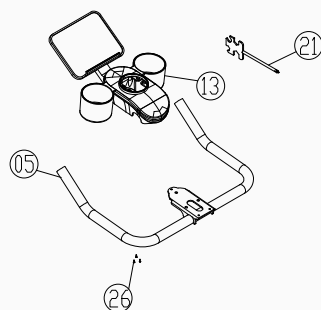

Figura 4
4. Montare le piastre di copertura superiore e inferiore (Parte 13) sul Gruppo Supporto Display (Parte 05). Fissare le piastre di copertura al Gruppo Supporto Display utilizzando tre viti autofilettanti a croce M4×15 (Parte 26), inserite dal basso verso l'alto, quindi serrare le viti con la chiave a stella Phillips (Parte 23), in conformità con la Figura 4.